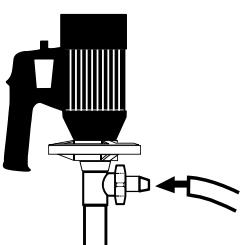

Figure 10
5. Raccorder le tuyau de refoulement au raccord cannelé de refoulement de la pompe et le fixer au moyen du collier de serrage en acier inoxydable fourni (Figure 10, à la page 4).